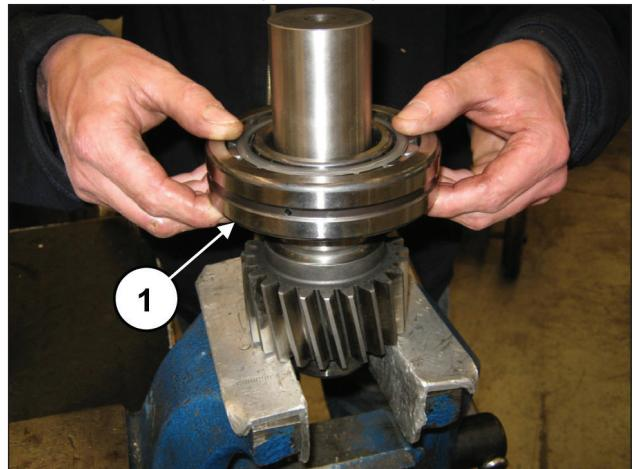
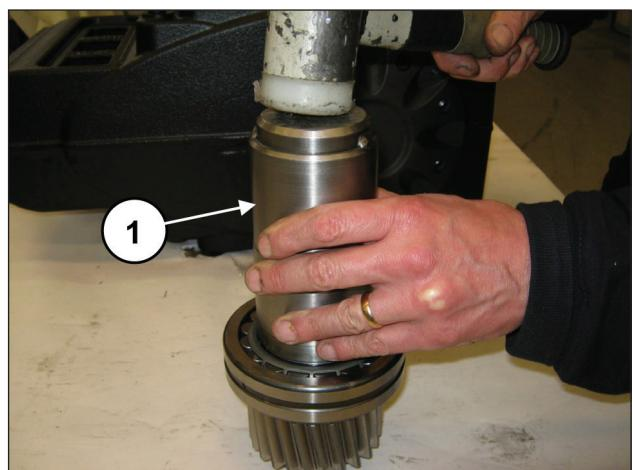

图 83
图 84
使用代码为 27604800 的工具 (①, 图 83)，在链轮的另一侧预装轴承  $55 \times 120 \times 29$  (①, 图 84)，直至其定位到底。